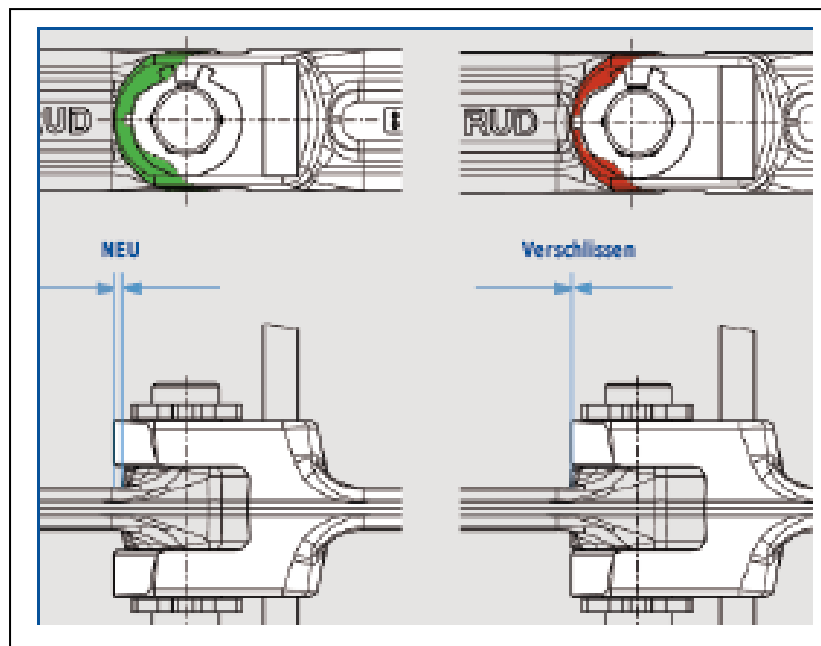

Bild 6
2. Kettenverschleiß an drei nacheinanderfolgenden Kettengliedteilungen anhand der Verschleißanzeige kontrollieren (Bild 6).